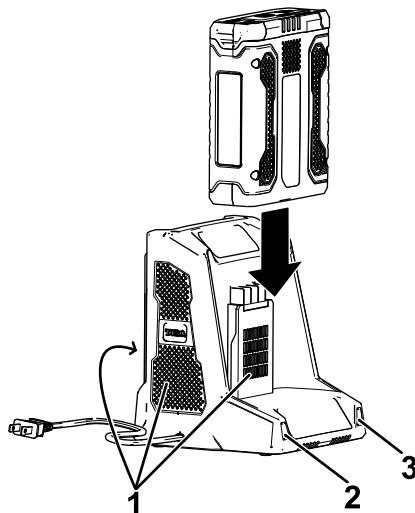

Figure 10
3. Alignez le creux de la batterie (Figure 10) sur la languette du chargeur.
5. Glissez la batterie dans le chargeur jusqu'à ce qu'elle soit bien enclenchée (Figure 10).